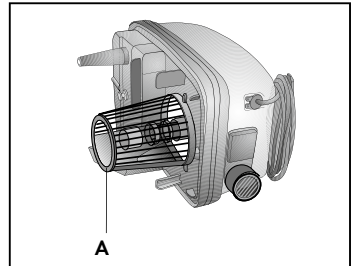

Fig. 21
- Vider le réservoir de récupération (2).
- Activer la fonction d'aspiration avec la touche (19) et aspirer l'eau avec les accessoires précédemment utilisés pour le nettoyage.
- Vider le réservoir de récupération (2) et répéter l'opération, s'il y a lieu.
Chaque fois que vous nettoyez la partie inférieure de l'appareil, nettoyer aussi le filtre (A) dans la partie extérieure de tout résidu solide éventuel (**Fig. 21**).